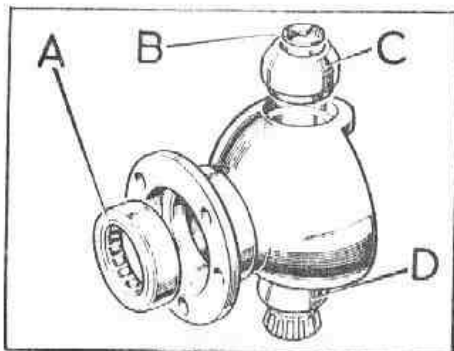

Fig. F-36 Casquillo y cojinetes de la caja del alojamiento del pivote
- 1.4. Ejerciendo presión sobre ellos se desmontará el casquillo, C (Fig. F-36), y los cojinetes, si fuese preciso
- 2.2. La pista exterior, D (Fig. F-36), del cojinete cónico de rodillos, debe montarse a presión suave sobre su alojamiento. Si la pista exterior quedase con holgura, se investigará, y si es necesario, debe sustituirse la caja del alojamiento del pivote.
- 3.2. Montar a presión el cojinete de rodillos, A (Fig. F-36), del semieje en el interior de su caja del alojamiento del pivote.
- 3.4. Comprobar que la arandela, B (Fig. F-36) está situada en el interior del casquillo Railko.